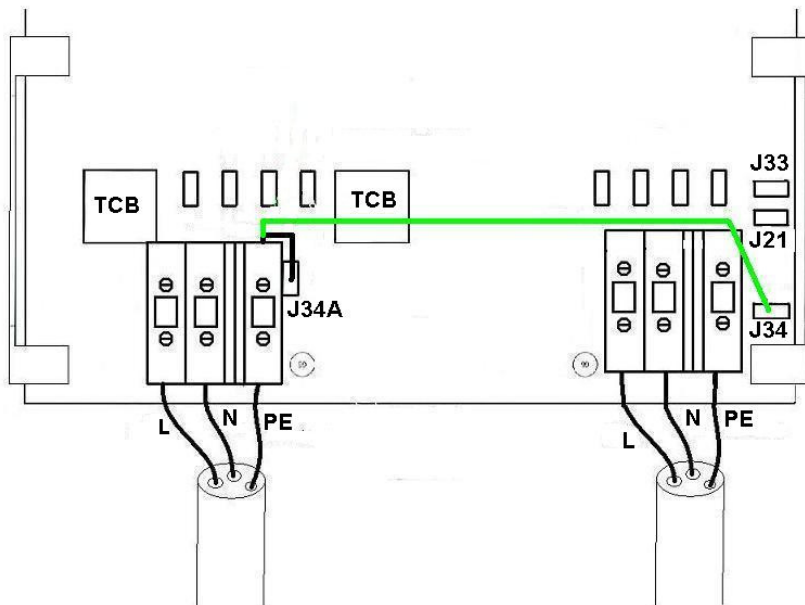

Figure 4: connexion d'entrée à la terre
2.3 Connexion d'entrée à la terre (figure 4)
- Si le bateau est à l'eau, raccorder le fil PE, en provenance de la borne d'entrée PE, au connecteur-poussoir mâle J34A (fil illustré en noir sur la figure 4). Désormais, l'entrée et la sortie sont isolées l'une de l'autre.
- Si le bateau est à terre (hivernage ou maintenance), le conducteur PE du navire doit être raccorder directement à l'entrée PE, pour des raisons de sécurité. Pour ce faire, il suffit de raccorder le fil PE, en provenance de la borne d'entrée PE, au connecteur-poussoir mâle J34 (fil illustré en gris sur la figure 4).